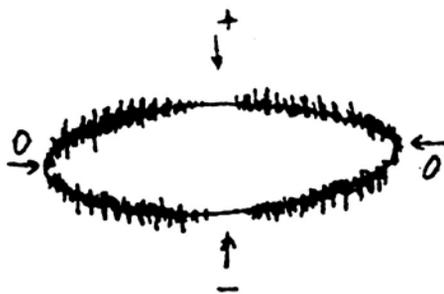

图 10
(6) 接触不良(图10), 波形特征: 对称分布在试验电压零点两侧, 幅值大致不变, 但在试验电压峰值附近下降为零, 波形粗糙不清晰。低电压下即出现, 电压增大时, 幅值缓慢增加, 有时在电压达到一定值后完全消失。原因: 试验电路中金属与金属不良接触的连接点; 塑料电缆屏蔽层半导体粒子的不良接触; 电容器铝箔的插接片等(可将电容器充电然后短路来消除)。